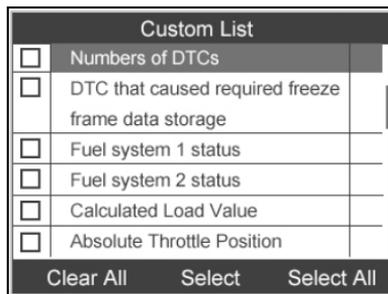

Figure 6.11
- 2) Utiliser le bouton de défilement **vers le haut/vers le bas** pour se déplacer vers l'élément désiré et appuyer sur le bouton correspondant **FONCTION** « **Sélectionner** » pour choisir. (Figure 6.11)